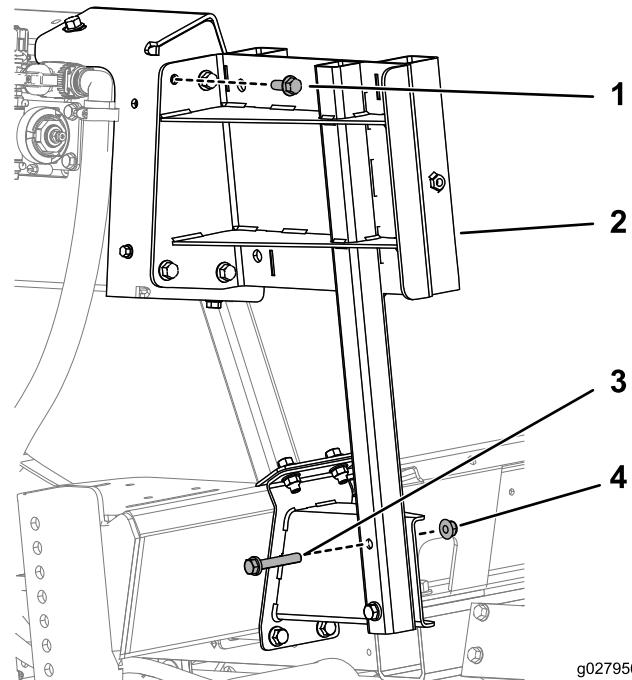

**Bild 4**
3. Befestigen Sie die untere Halterung und die untere Stützhalterung mit zwei Schrauben (3/8-16"), zwei Schrauben (3/8-16" x 3-1/2") und vier Bundmuttern (3/8-16") am Rahmen, wie in **Bild 4** abgebildet.